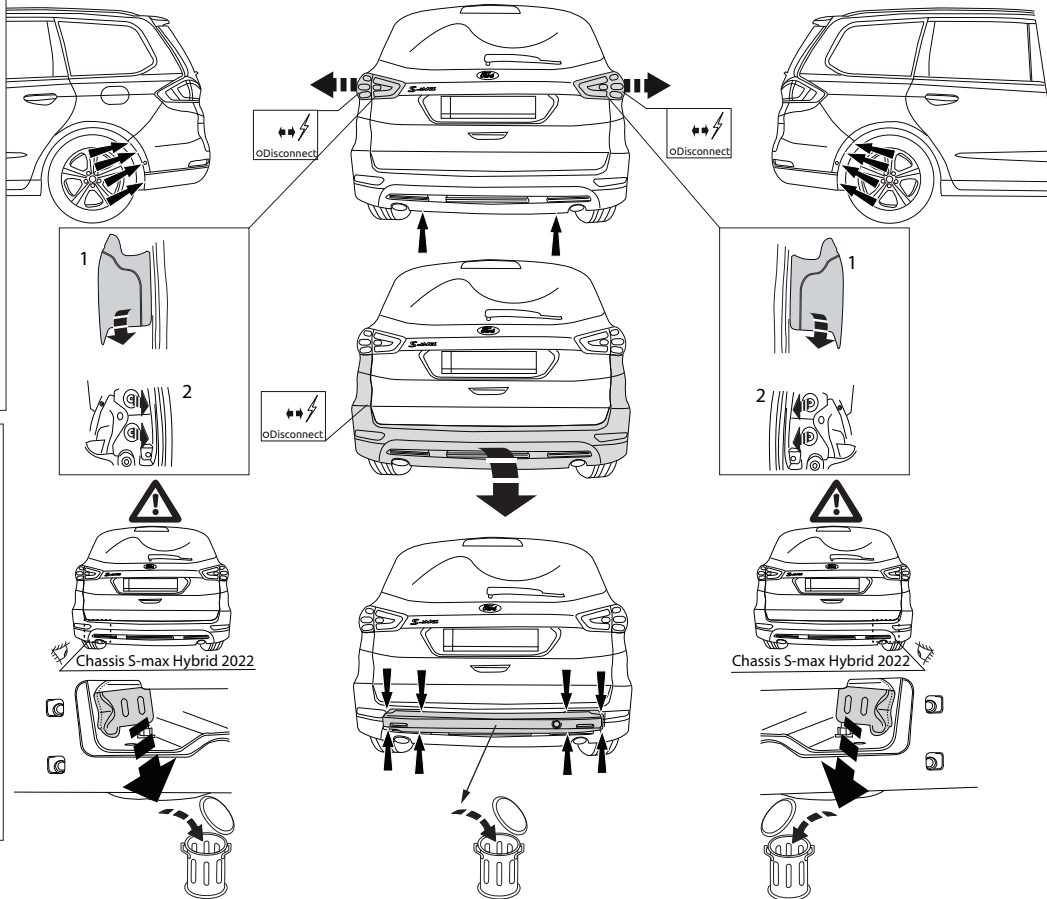

Fig.1
3. Снять оба блока задних фар. Снять бампер вместе со стальным буферным брусом автомобиля; буферный брус больше не понадобится. Поставить болты на место. См. рисунок 1.
См. рисунок 1 и 2.